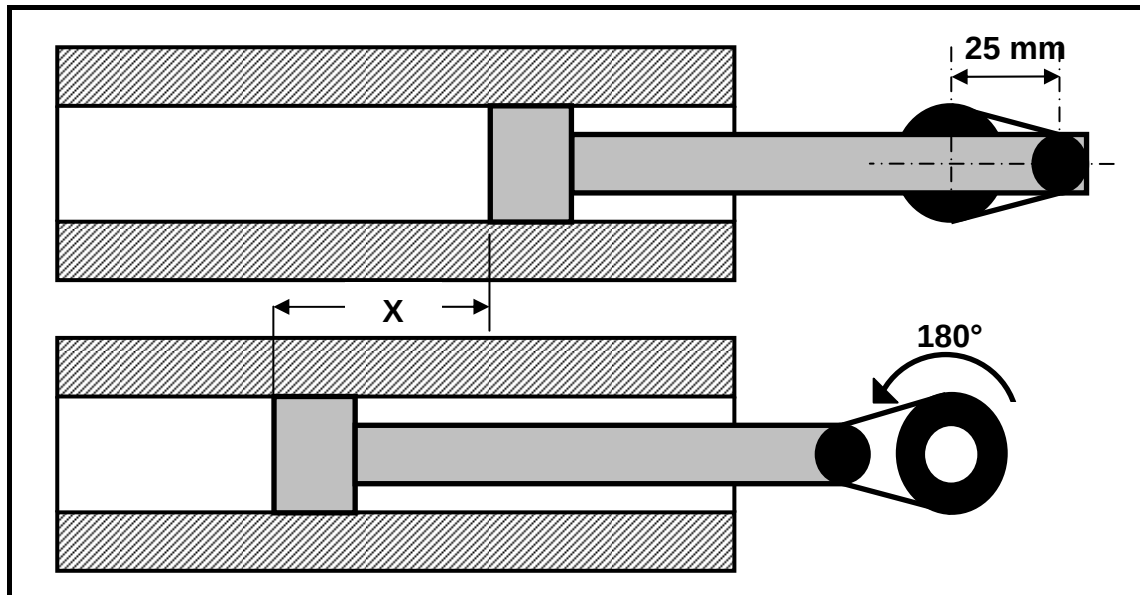

FIGUUR 1.5
- 1.15 Watter EEN van die volgende stappe moet gevolg word vir die inkamming van 'n rolketting op 'n kettingrat, soos in FIGUUR 1.5 getoon?